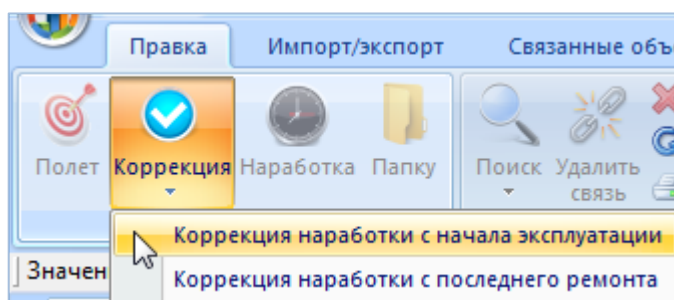

Рис. 13-437 – Создание коррекции наработки для авиационного события
5) Нажать кнопку «Коррекция» панели «Создать» и в раскрывшемся списке выбрать команду «Коррекция наработки с начала эксплуатации» (рис. 13-437).